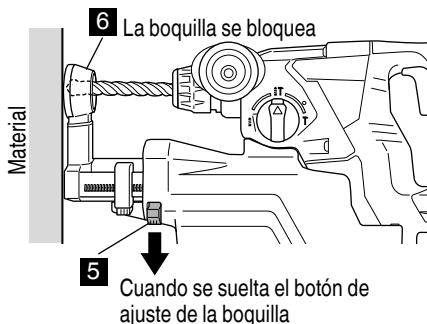

Fig. 7
- (4) Libere el botón de ajuste de la boquilla para bloquear la posición de la boquilla. (Fig. 7)